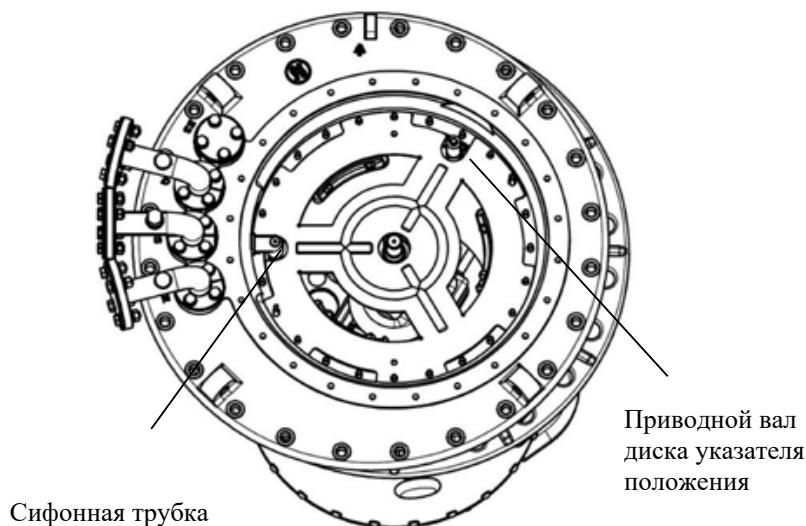

Рисунок 32 Установка выемной части контактора
- 4) Поднимите выемную часть контактора над масляным баком и медленно опустите ее до конца в масляный бак. Убедитесь, что опорная плита выемной части контактора находится в правильном положении (опорная плита имеет два выреза под углом 120°. Один вырез совмещен с сифонной трубкой, а другой с приводным валом диска указателя положения). Закрепите опорную плиту десятью гайками M8 с пружинными шайбами (ключ 13 мм, момент затяжки 12-15 Нм) (Рисунок 32).